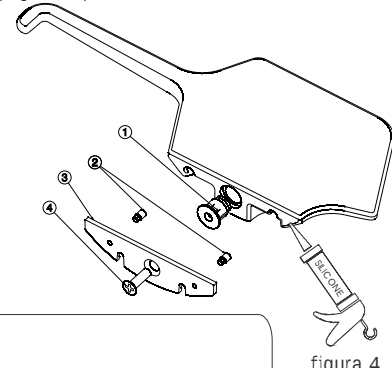

figura 4
Posicione a bucha especial (1) no produto, faça a fixação dos pinos roscados (2) na chapa de fixação (3), aplique silicone na face de contato do produto indicada e finalize travando a chapa de fixação no produto com o parafuso philips(4). (figura 4)